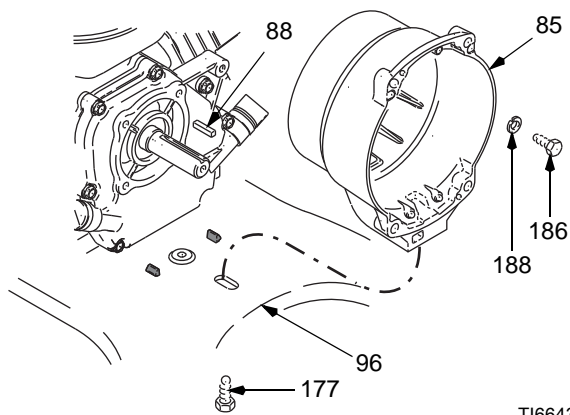

FIG. 10
1. FIG. 10. Távolítsa el a négy fejescsavart (186) és a biztosítógyűrűket (188), melyek a tengelykapcsolóházat (85) erősítik oda a motorhoz.
2. Távolítsa el a csavart (177) a rögzítőlap (96) aljából.
3. Húzza le a tengelykapcsolóházat (85).
1. FIG. 10. Nyomja meg a tengelykapcsolóházat (85).
2. Szerelje fel a négy fejescsavart (186) és a biztosítógyűrűket (188), majd erősítse fel a tengelykapcsolóházat (85) a motorhoz. A megfelelő nyomaték: 180 hüvelyk-font (20,3 N•m).
3. Szerelje fel a rögzítőlap (96) alatti fejescsavart (177). A megfelelő nyomaték értéke: 20 láb-font (27,1 N•m).